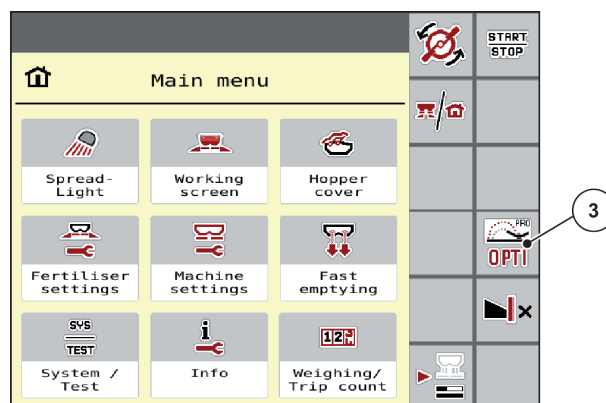

Fig. 15: OptiPoint activé dans le menu principal
- Appuyez sur la touche de fonction « OPTI » pour activer le mode fourrière. Ou activable dans le menu principal, voir Fig. 15 OptiPoint activé dans le menu principal.